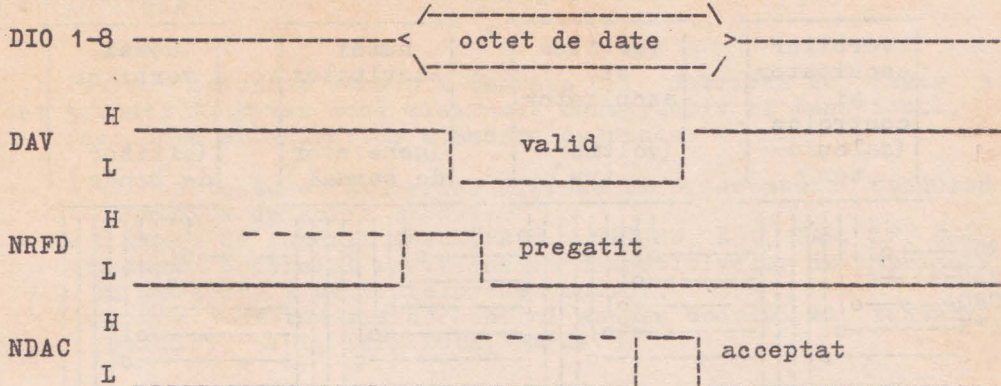

Figura 4. Transferul datelor pe magistrala IEC 625
- NDAC -- date neacceptate; linie de "handshake" utilizata de instrumentele ascultatoare pentru a indica faptul ca informatia de pe liniile de date nu a fost inca preluata. Modul in care sint utilizate liniile de "handshake" pentru transferul datelor pe magistrala este ilustrat in figura 4.